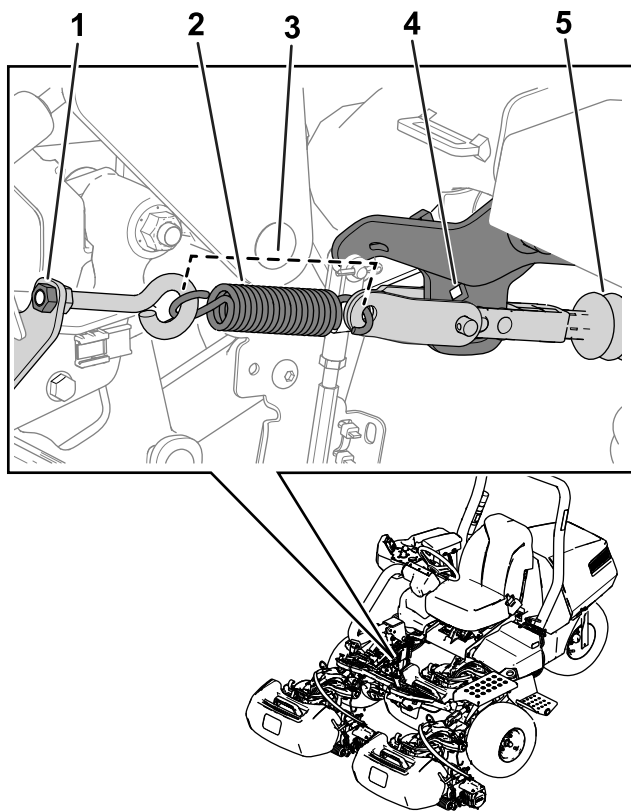

図 38
注 手順については図 38を参照。
5. アイボルトをスプリングブラケットに固定しているナットをゆるめてスプリングのテンションを解除する図 38。
3. スプリングを図 38 のように取り付ける。
4. アイボルトのナットを締め付けてスプリングの長さ取り付けた状態を 11.4 cm にする図 38。